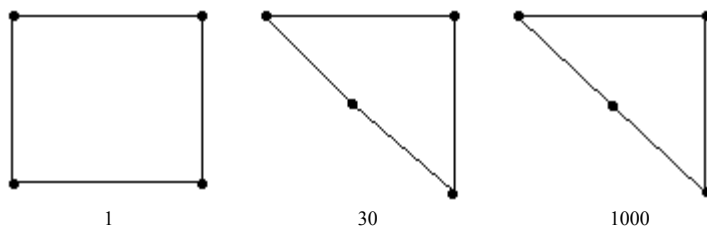

图 5.4.14 四边形网格 Jacobian Ratio（二）
- 能够满足四边形单元或块单元的 Jacobian Ratio 为 1，需保证所有的边都平行或任何边上的中间节点都位于两个焦点的中间位置。图 5.4.14 所示的是 Jacobian Ratio 为 1、30、1000 时的四边形网格（二），此四边形网格可以生成 Jacobian Ratio 为 1 的六面体网格。